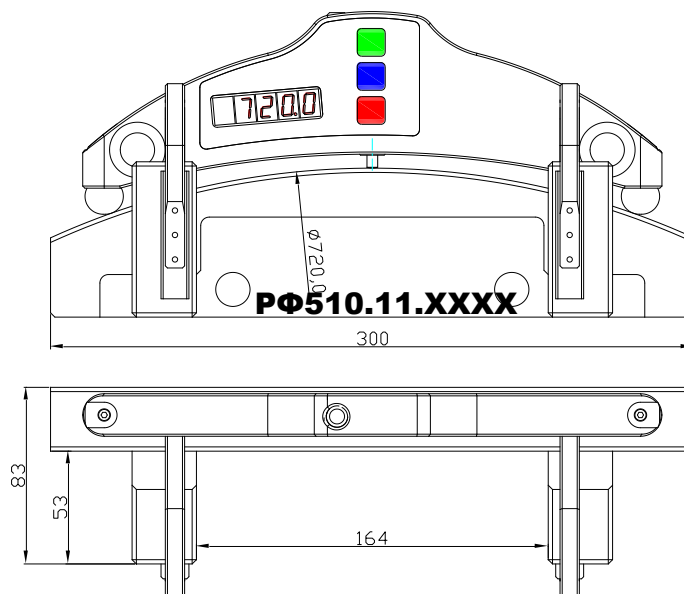

Рисунок 5
- шаблон колеса (колесо) с известным значением диаметра (либо Шаблон-диаметр РФ510.11.850, рис. 5.)